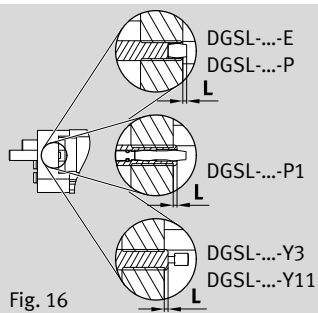

Fig. 16
- не превышает расстояние L от демпфирующего элемента (заводская регулировка) (→ Fig. 16 и Fig. 17). Выход за нижний предел заводской регулировки вызывает поломку направляющей.